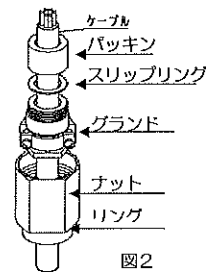

図2
③ケーブルにナット、リング、グラウンド、スリップリング、およびパッキンの順に通します。（図2）